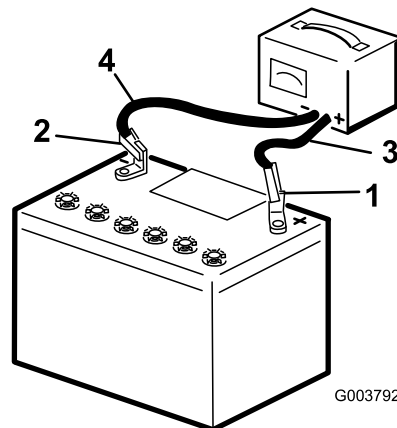

Figura 79
- Collegate il cavo negativo del caricabatteria al morsetto negativo della batteria (Figura 79).
- Quando la batteria è completamente carica, staccate il caricabatterie dalla presa elettrica e scollegate i cavi di ricarica dai morsetti della batteria (Figura 79).